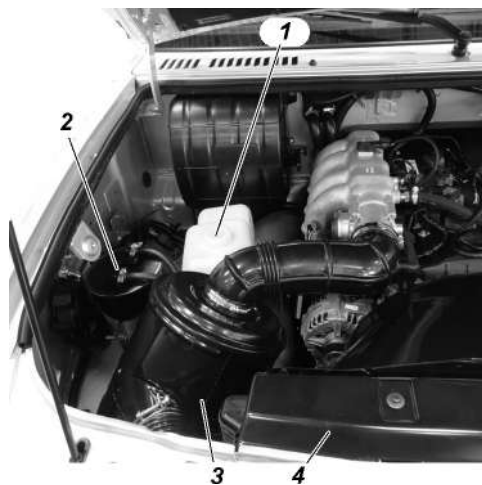

Рис. 3.37. Подкапотное пространство (фрагмент):
**Бачок омывателя 1** (рис. 3.37) заполняйте чистой водой (летом) или специальной незамерзающей при температуре ниже 0°С жидкостью.